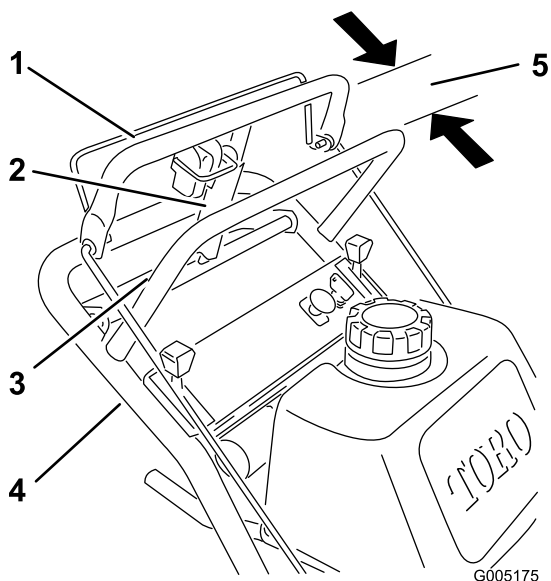

Figura 34
1. Verificate lo spazio tra la barra di comando superiore e la barra fissa, quando la barra superiore si trova nella posizione più avanzata. Accertate che lo spazio sia di circa 25-32 mm (Figura 34).